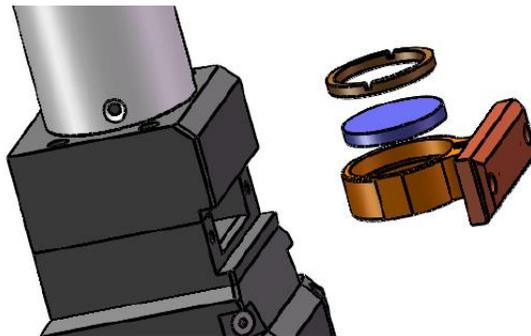

图 11 A200MS 激光头准直保护镜片示意图
- (1) 如图11，拧松两颗锁紧螺，捏住抽屉式镜座两边拉出保护镜座；
- (2) 用工具取下保护镜压紧丝圈，戴好指套取出镜片；
- (3) 清洁镜片、镜座和丝圈；
- (4) 将擦拭干净的新镜片（不分正反面）安装到抽屉式镜座里；
- (5) 装回保护镜压圈；
- (6) 将保护镜座重新插回激光加工头，拧紧锁紧螺钉。